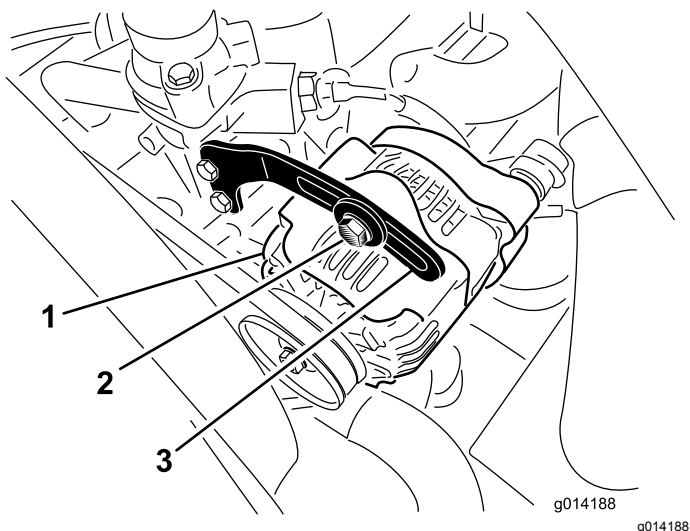

Figura 48
2. Compruebe la tensión de la correa del alternador presionándola (Figura 48) en el punto intermedio entre las poleas del alternador y del cigüeñal con una fuerza de 10 kg.
3. Afloje el perno que sujeta el tirante al alternador (Figura 48) y el perno de pivote del alternador.